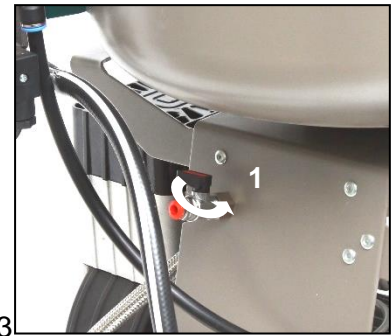

Рис. 13
Чтобы выключить компрессор для выполнения технического обслуживания или по другой причине, поверните переключатель (2) на реле давления (1) в положение 0 и **выньте вилку из розетки электросети**. В результате компрессор будет отсоединен от источника питания. Сравните давление в воздухохранильнике до нулевой отметки, открыв спускной клапан. (Рис. 13)
#### Компрессоры (рис. 13)
Если компрессор не будет использоваться в течение продолжительного времени, слейте весь конденсат из ресивера. Затем включите компрессор на 10 минут, оставив сливной кран (1) открытым (рис. 13). Выключите компрессор с помощью выключателя (2) на реле давления (1) (рис. 12), закройте сливной клапан и отсоедините устройство от электросети.
- Сравите давление воздуха в ресивере, открыв сливной кран (1) (рис. 13).